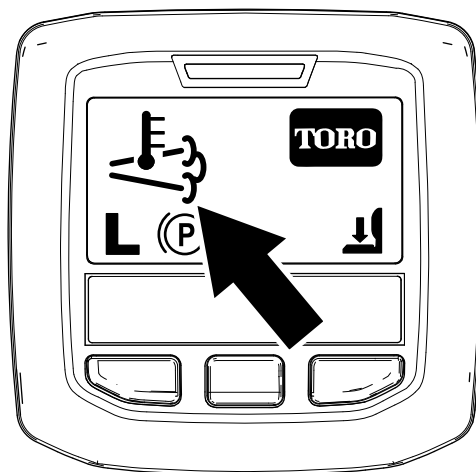

Figura 36
- O ícone da temperatura de escape elevada surge no InfoCenter (Figura 36).